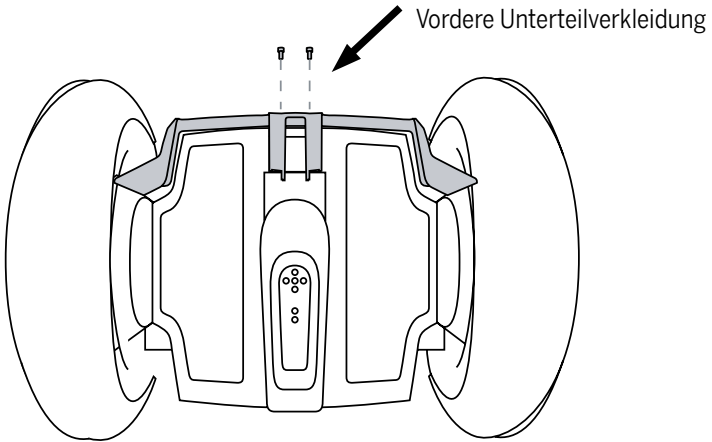

Abbildung 1. Schrauben der Verkleidung entfernen
2. Entfernen Sie die (2) Schrauben mit einem 4-mm-Inbusschlüssel von der vorderen Unterteilverkleidung. **Siehe Abbildung 1.**